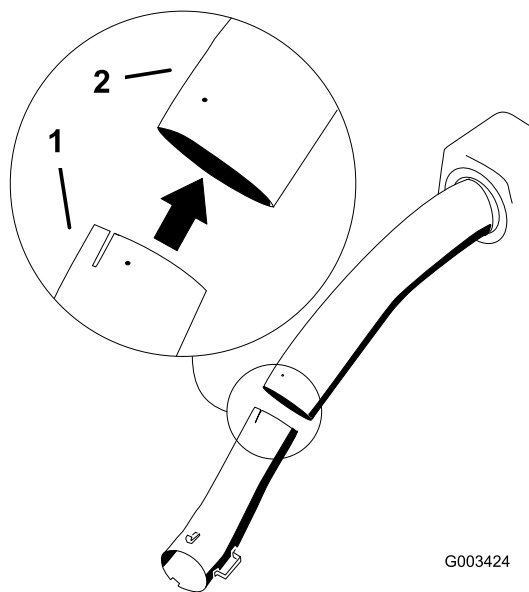

Figura 23
8. Instale el tubo inferior en el tubo superior (Figura 23).